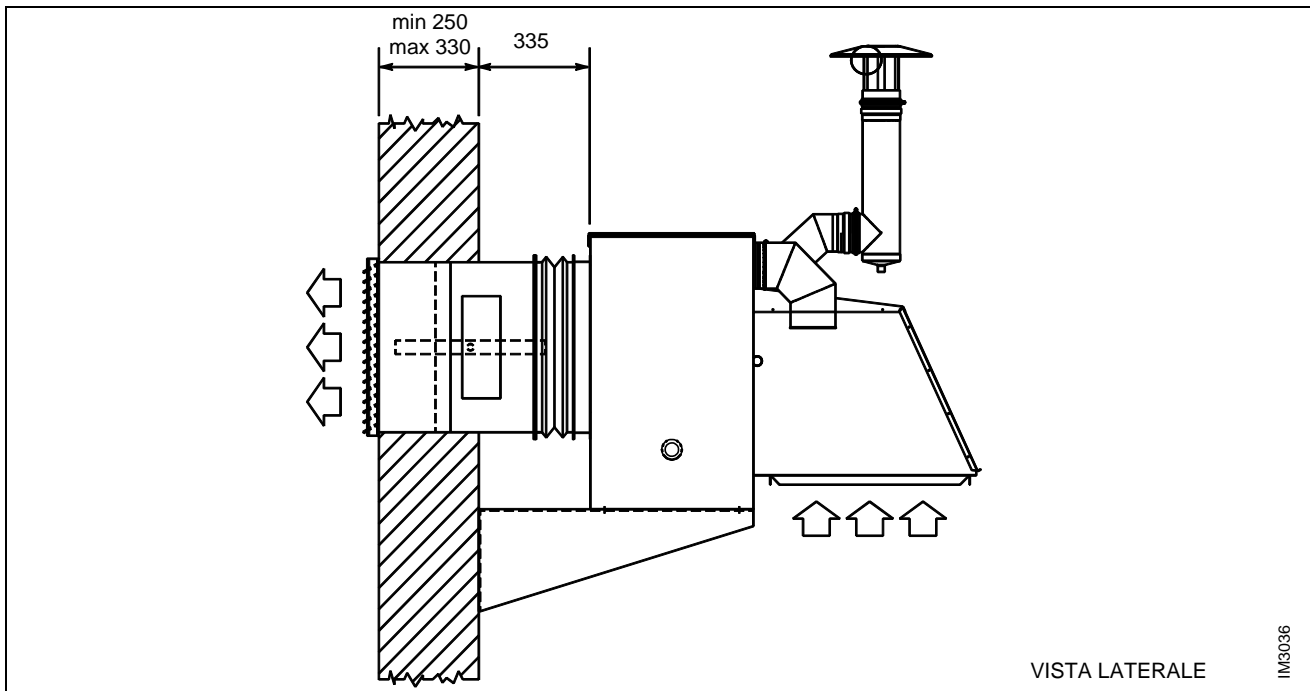

Figura 9 – DIMENSIONE MINIMA E MASSIMA MURO
- M) Posizionare tra serranda tagliafuoco e boccaglio un giunto antivibrante. La Figura 9 indica la dimensione minima e la dimensione massima che il muro deve avere nell'ipotesi di installare griglia di mandata, serranda tagliafuoco senza aggiunta di parti di canali.
ROBUR S.p.A. fornisce delle mensole di sostegno di facile montaggio, appositamente previste per i generatori M XT. Qualora non si vogliano utilizzare questi accessori, riferirsi allo schema sottoriportato che indica la dimensione ideale della mensola; in alternativa fare riferimento alla Figura 9 da cui si può ricavare la distanza minima necessaria (315 mm) e la distanza massima possibile (370 mm) tra generatore e muro. Per il fissaggio dell'apparecchio sulle mensole di supporto, bloccare quest'ultimo con 4 bulloni M10.